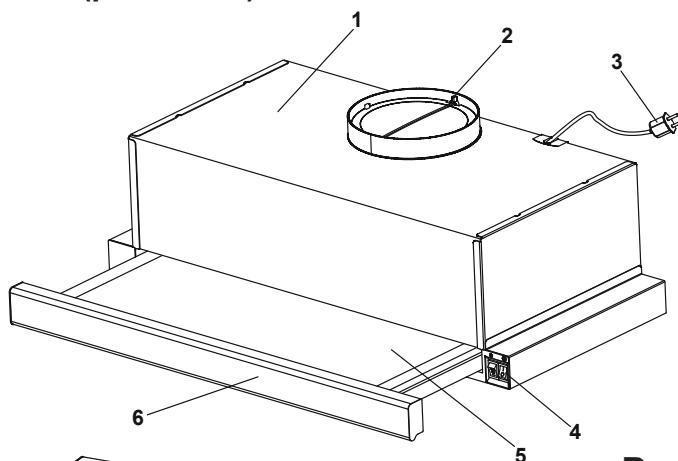

Рис.3
ВНИМАНИЕ! Дополнительно изделие изготавливается со следующими декоративными элементами (**рис.3**):
5.3 Вытяжка состоит из следующих составных частей (рис.3 / 3.1).